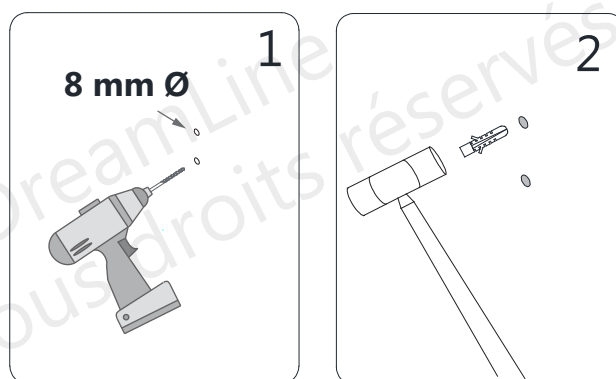

Fig 15
15. À l'aide des repères de l'étape précédente, percez les trous dans le mur **avec une mèche 8 mm Ø** et insérez les ancrages **Muraux (N° 18)**. (**Fig 15**)